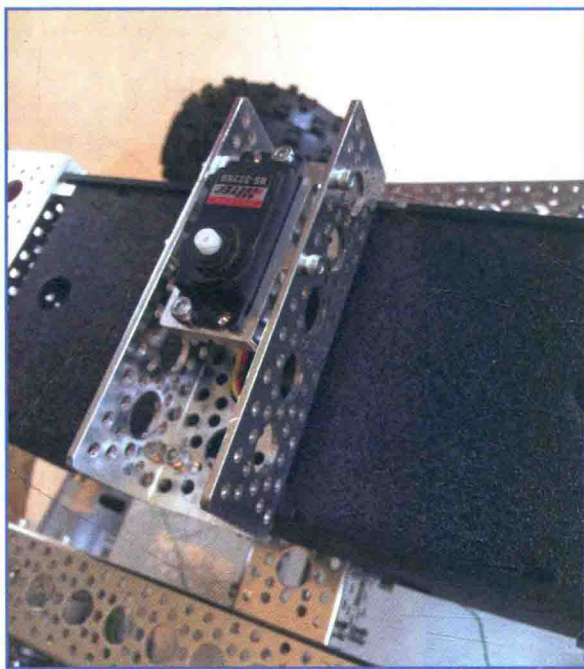

图 13.21 在顶部凹槽中安装伺服机构
12. 将伺服机构安装在顶部的凹槽中，如图 13.21 所示。尽可能将伺服轮毂靠近凹槽中部。伺服机构的连接线可以穿过凹槽中间的小孔。